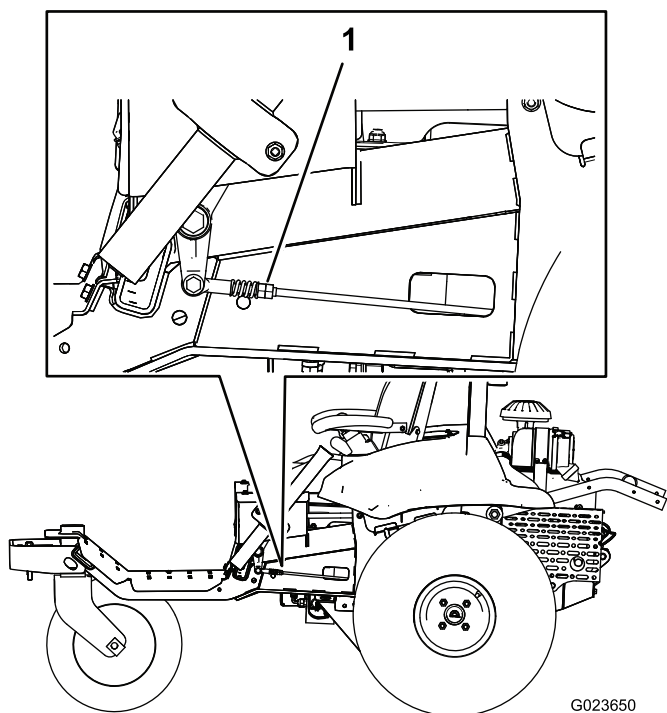

Figura 62
7. En un lado de la máquina, gire lentamente las tuercas dobles del acoplamiento (Figura 62) hasta que la rueda de ese lado empiece a girar, luego gire las tuercas en el sentido contrario hasta que la rueda gira en el sentido contrario.